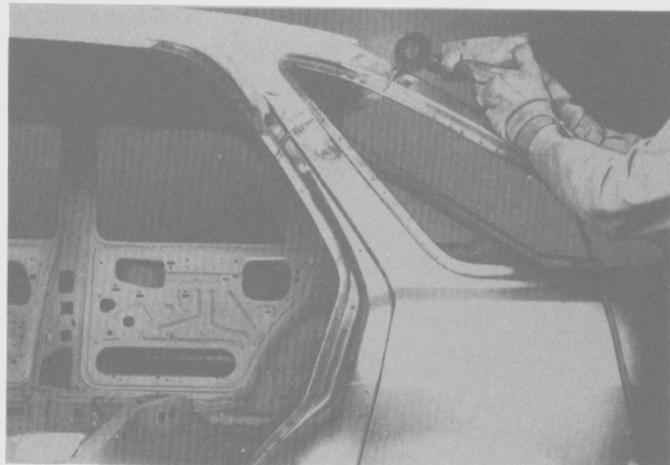

Fig. 216
- Lijar y pulir las soldaduras (Fig. 216).